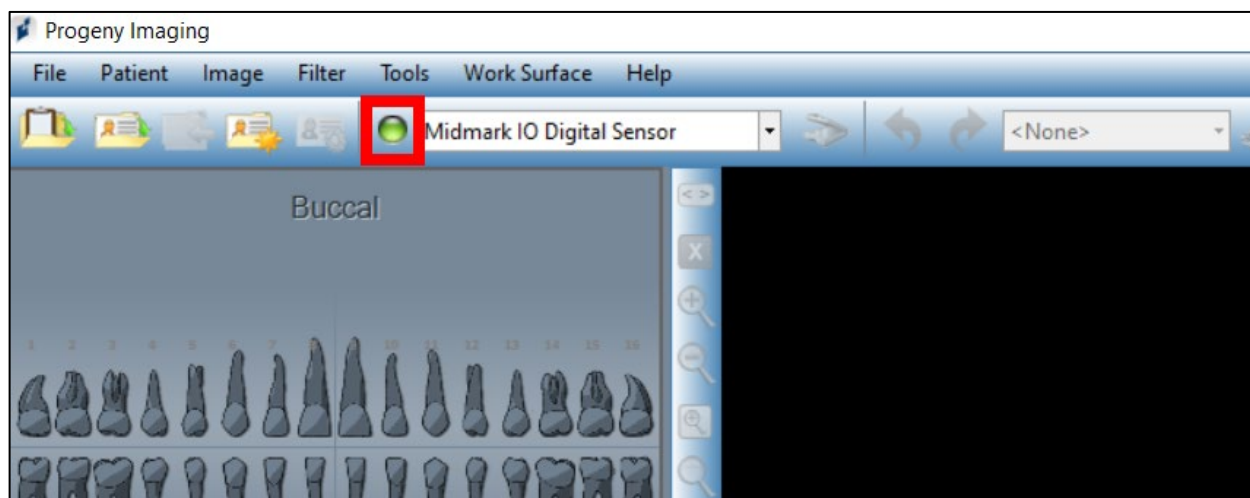

Figure 25. Cliquer sur l'indicateur vert de l'état du dispositif.
- Cliquer sur l'indicateur vert de l'état du dispositif. Voir la figure 25 ci-dessous.